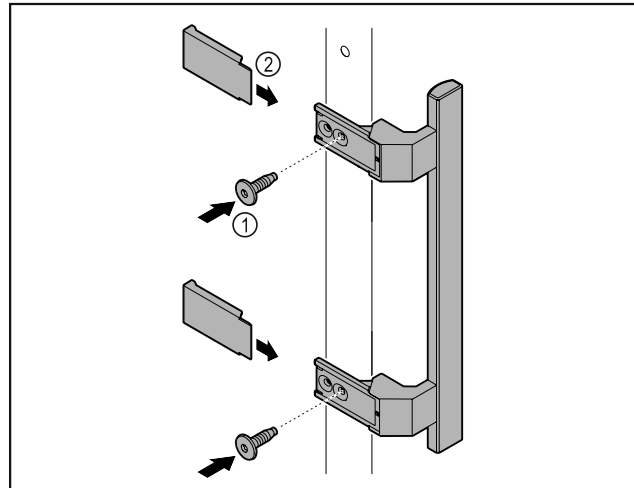

Fig. 7
- Ручку з комплекту додаткового обладнання з доданими гвинтами Fig. 7 (1) розмістити на дверях.
- Встановити кришку Fig. 7 (2).